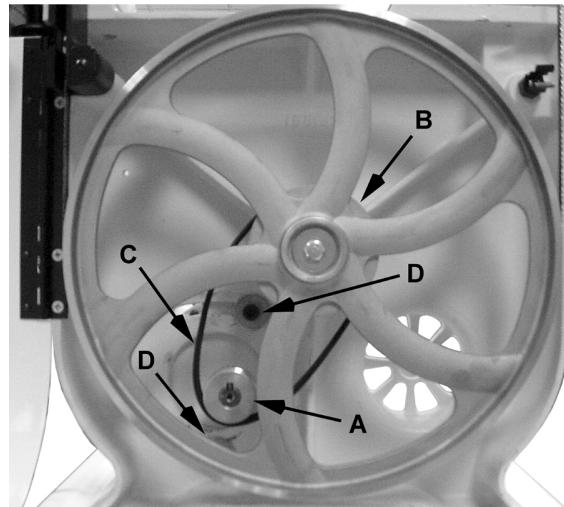

Рис.5
6. Разместите ремень (С, Рис. 5) наг валу шкива (В, Рис. 5) и валу двигателя (А, Рис. 5).
8. При помощи торцевого ключа на 6 мм затяните оба винта (Д, Рис. 5).